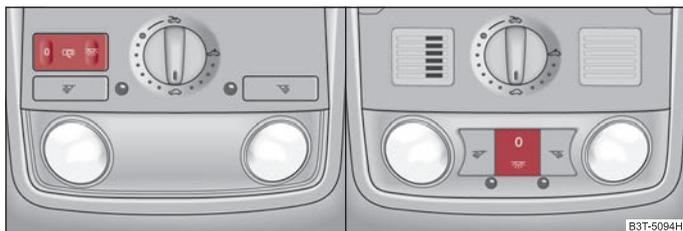

Abb. 53 Ausschnitt des Dachhimmels: Innenbeleuchtung vorn
- Drücken Sie den Schalter an der Stelle des Symbols ☞ ⇒ Abb. 53.
- Stellen Sie den Schalter in die Mittelstellung. Bei Fahrzeugen ohne Innenraumüberwachung* ist die Mittelstellung mit einem Symbol ☞ gekennzeichnet ⇒ Abb. 53.